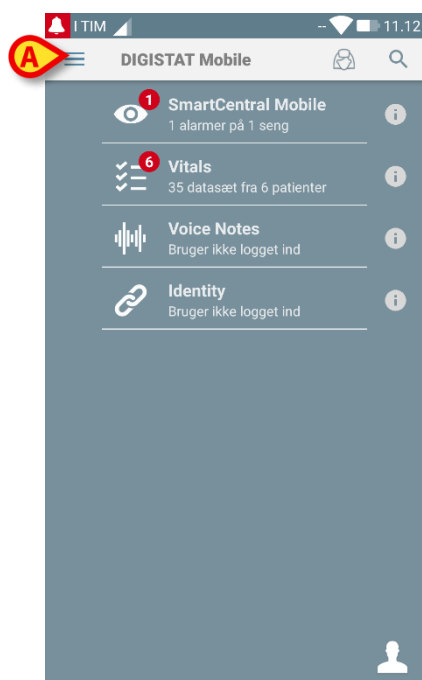

Fig 28
- Aktivér hovedskærmen på Digistat® Mobile-applikationen (Fig 28).
- Tryk på  ikonet øverst til venstre på skærmen (Fig 28 A)